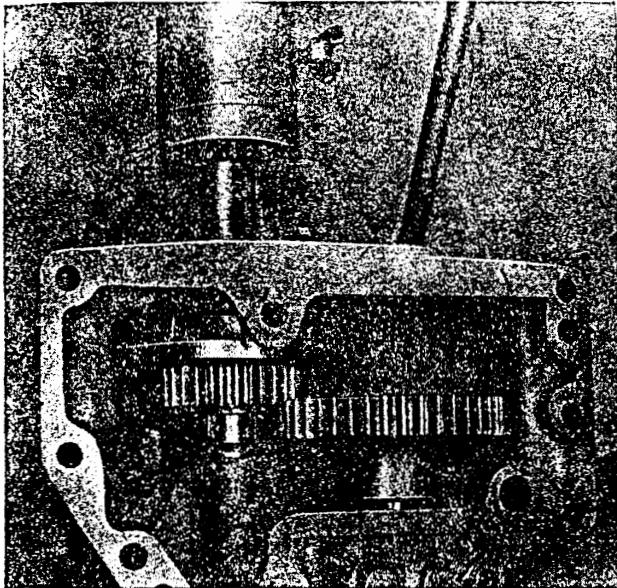

Bild M 125. Eindrücken des Antriebsrades mit Handhebel-
- Bei Montage sind die beiden Gehäuse entsprechend Bild M 125 zu montieren und die Zylinderschrauben anzuziehen und zu plombieren.